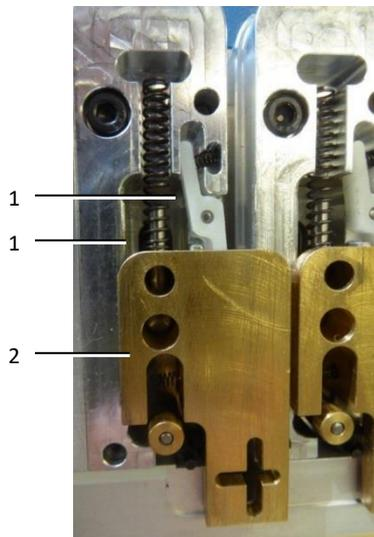

Fig. 28: Unità di trasporto
- Applicare pochissimo olio su entrambi i lati in alluminio della scanalatura di guida (fig. 28, pos. 1).
- Abbassare e alzare il cursore di ottone (fig. 28, pos. 2) per distribuire l'olio.